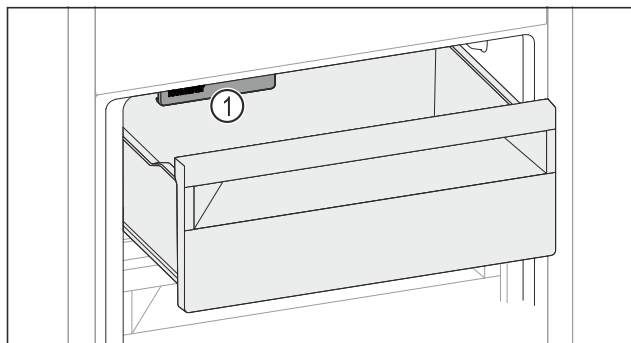

Fig. 177
- Tenez compte de l'IceMaker Fig. 177 (1).